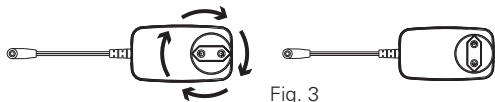

Fig. 3
4. Koppel de stroomkabel en adapter aan elkaar door de plug als getoond te positioneren. Draai met de klok mee aan de adapter vast totdat hij in positie klikt (Fig. 3).